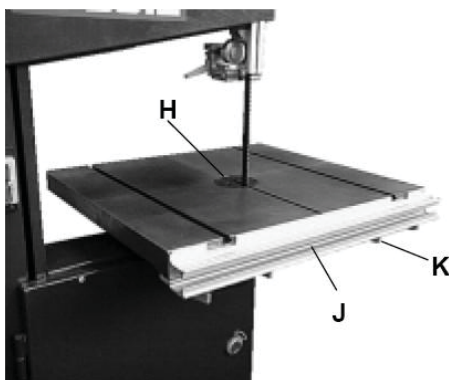
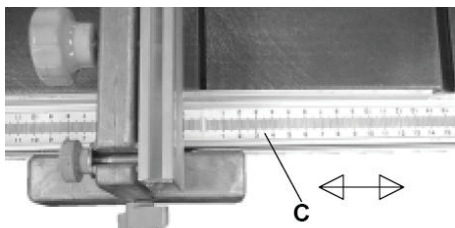

Рис. 4
Рис. 11
- Установите пластиковую вставку стола (H) в центр стола угловой поверхностью вниз (Рис. 4).
- Чтобы установить направляющую (J), прикрепите её четырьмя винтами с шайбами (K) к переднему краю стола (Рис. 4).
- Чтобы отрегулировать шкалу направляющей, ослабьте четыре винта (см. К, Рис. 4) под столом и подвиньте шкалу и направляющую (C) в сторону (Рис. 11).